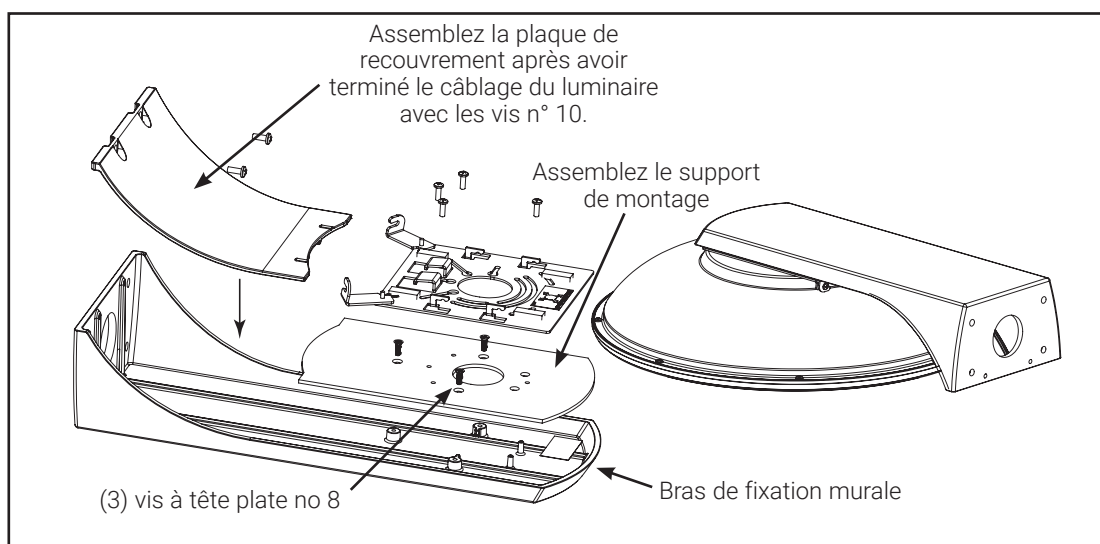

Figure 6
2. Assemblez le support mural au bras de fixation murale à l'aide des vis à tête plate n° 8 fournies. **(FIG. 6)**